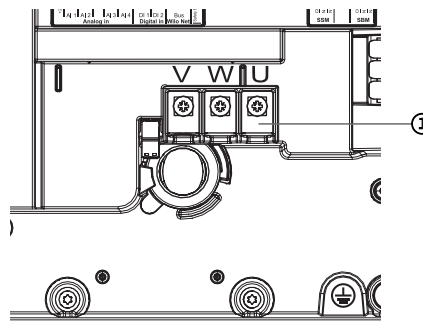

Fig. 115: Motoranschlussklemmen V, W, U
5. Motoranschlusskabel (Fig. 115) lösen.